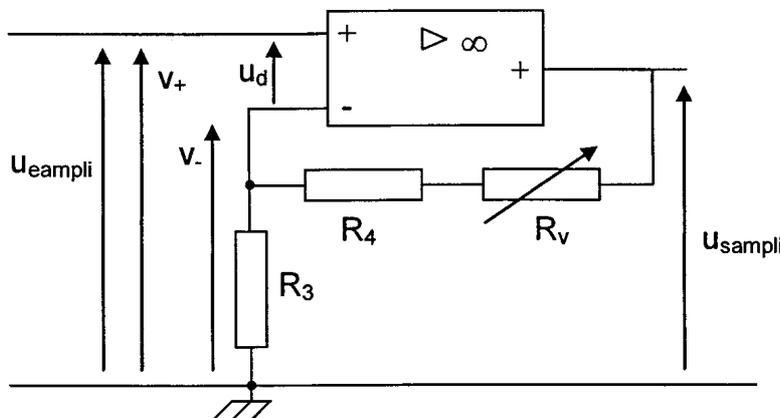

FIGURE 11
A.2.3 Le circuit de la figure 11 permet d'amplifier la tension de sortie du capteur $u_{sLM35} = u_{eampli}$ afin d'obtenir une tension u_{sampli} de 5 V lorsque $\theta_{int} = 50$ °C.